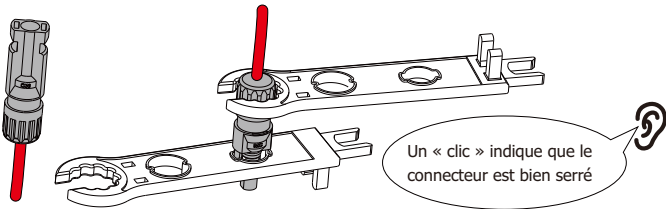

Figure 4.1-3 Connecteur avec écrou de serrage vissé
Étape 3. Insérez la broche de contact dans la partie supérieure du connecteur et serrez complètement l'écrou de fixation sur la partie supérieure du connecteur, comme montré à la Figure 4.1-3.